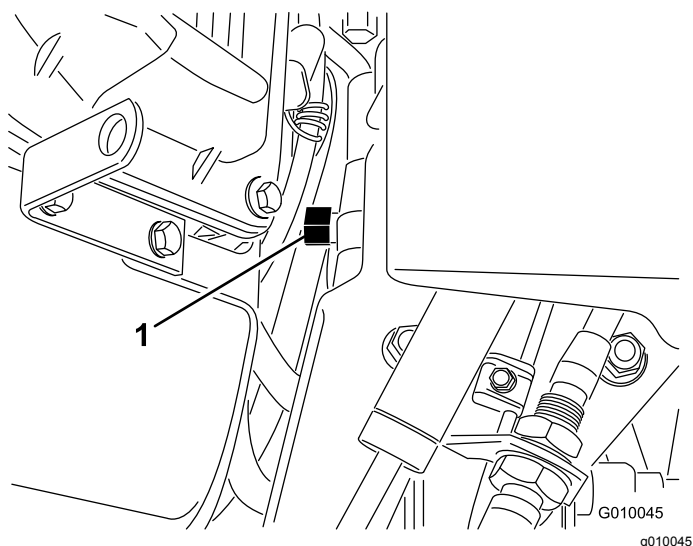

Figura 31
2. Localize a válvula de derivação entre o motor e a bomba hidrostática (Figura 31).
que o fluido hidráulico passe pela bomba, possibilitando a rotação das rodas (Figura 31).
5. Para voltar a colocar a máquina a funcionar, rode a válvula de derivação no sentido dos ponteiros do relógio 1 volta (Figura 31).